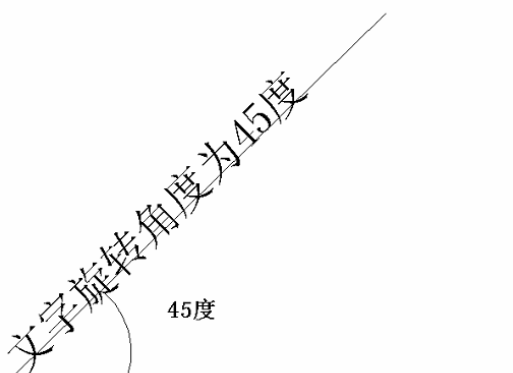
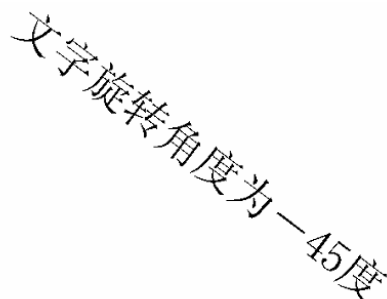

图 4-37 文字旋转角度为 45 度
图 4-38 文字旋转角度为-45 度
- 文字旋转角度是指文字排列方向与水平线的夹角, 图 4-37 所示为文字旋转角度为 45 度, 图 4-38 所示为文字旋转角度为 -45 度, 图 4-39 所示为文字旋转角度为 0 度。